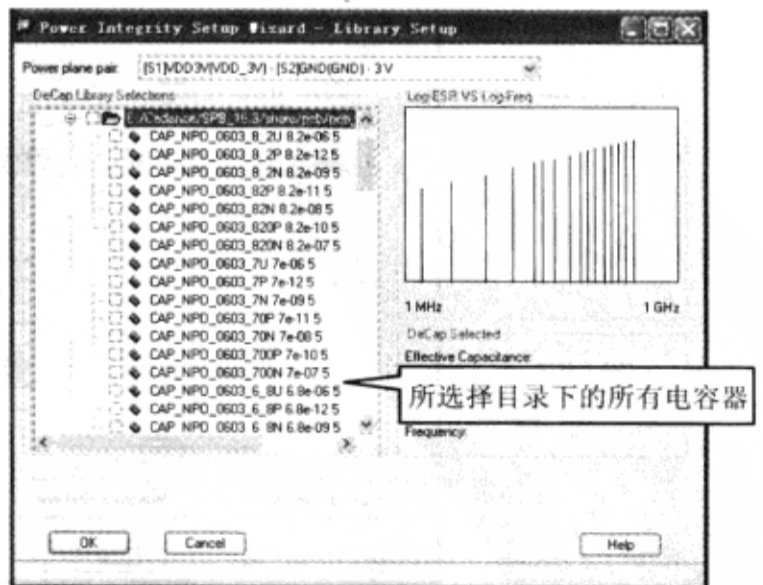

图 9-7-75 目录下的电容器
(6) 在“DeCap Library Selections”区域单击电容库 E:/Cadence/SPB\_16.3/share/pcb/pcb\_lib/np0\_0603\_caps 旁边的“+”号，显示这个电容库中所有的电容器，如图 9-7-75 所示。